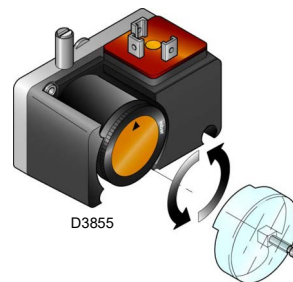

Рис. 34
- Отрегулируйте реле давления для контроля герметичности (комплект PVP)(Рис. 34 на стр. 38) в соответствии с инструкциями, прилагаемыми к самому комплекту.
Отрегулируйте реле давления для контроля герметичности (комплект PVP) (Рис. 34) в соответствии с инструкциями, прилагаемыми к самому комплекту.